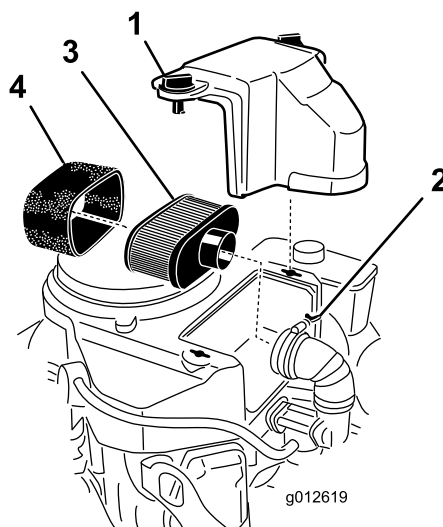

Figure 24
3. Nettoyez la surface autour du filtre à air pour éviter que des impuretés n'endommagent le moteur en tombant à l'intérieur (Figure 24).
4. Dévissez les boutons du couvercle et déposez le couvercle du filtre à air (Figure 24).
5. Dévissez le collier et déposez l'ensemble filtre à air (Figure 24).
6. Sortez délicatement l'élément en mousse de l'élément en papier (Figure 24).
1. Ne nettoyez pas l'élément en papier, remplacez-le (Figure 24).
1. Glissez délicatement l'élément en mousse sur l'élément en papier (Figure 24).
2. Posez l'ensemble filtre à air sur sa base et fixez-le en place avec les 2 écrous à oreilles (Figure 24).
3. Mettez le couvercle du filtre en place et serrez le bouton (Figure 24).